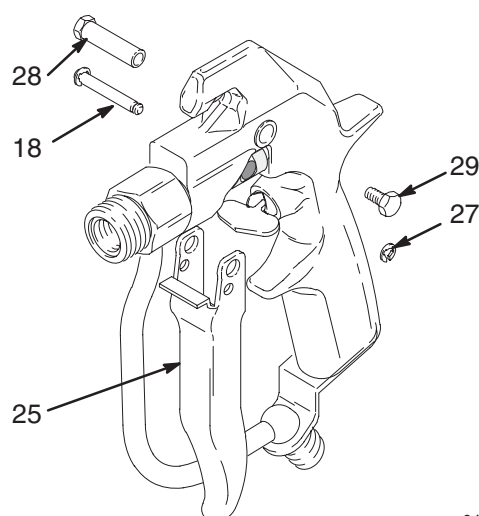

Fig. 8
4. Den ene e-clips (27) fjernes, og stiften (18) trykkes ud. Skruen (29), drejestiften (28), og aftrækkeren (25) fjernes. Se Fig. 8.